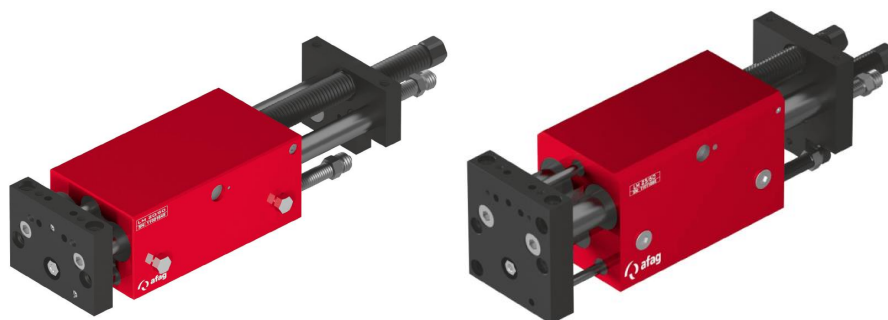

Fig. 21 Maintenance sur le module linéaire LM 20 ou LM 25
1. Lubrifier la douille à billes (14) avec du lubrifiant "Blasolube 301".
2. Enfoncer la douille à billes de deux côtés dans le corps de base (Fig. 21, 1).